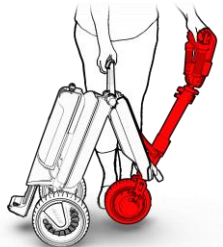

Figure 8
5. Neigen Sie den ATTO in Richtung der Stange, bis das Vorderrad den Boden berührt (siehe Abbildung 8).